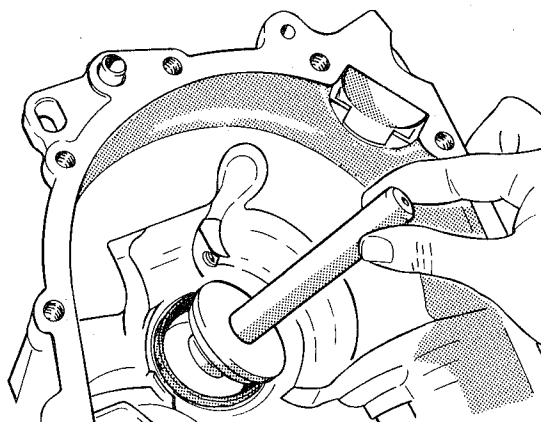

fig. 88
1. Com o auxílio da ferramenta 16-020, instalar a capa do rolamento lateral da coroa, lado direito (fig. 88)